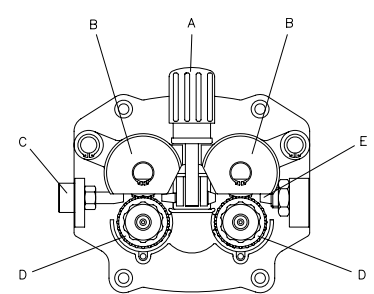

FIG. 9
- Allentare ed abbassare la manopola in plastica (A) e rilasciate la leva premifilo (B) (Fig.9). Estraiete eventuali residui di filo dalla guaina guidafile (E).
- Rilasciare il filo dalla bobina e tenetelo stretto con un paio di pinze in modo che non possa srotolarsi. Se necessario, raddrzate prima di inserirlo nella guida di entrata (C) del filo. Inserirvi il filo facendolo passare sopra al rullino inferiore (D) e nella guaina guidafile (E).
- Aprite il pannello laterale. Allentate ed abbassate la manopola in plastica (A) e rilasciate la leva premifilo (B) (Fig.9). Tagliate il filo (qualora sia già stato caricato) tenendolo sempre stretto con delle pinze in modo che non si srotoli e legatelo sull'apposito foro sul rocchetto. Svitare l'ugello e togliete la punta dalla torcia e con un paio di pinze sfilare il filo dalla guaina.